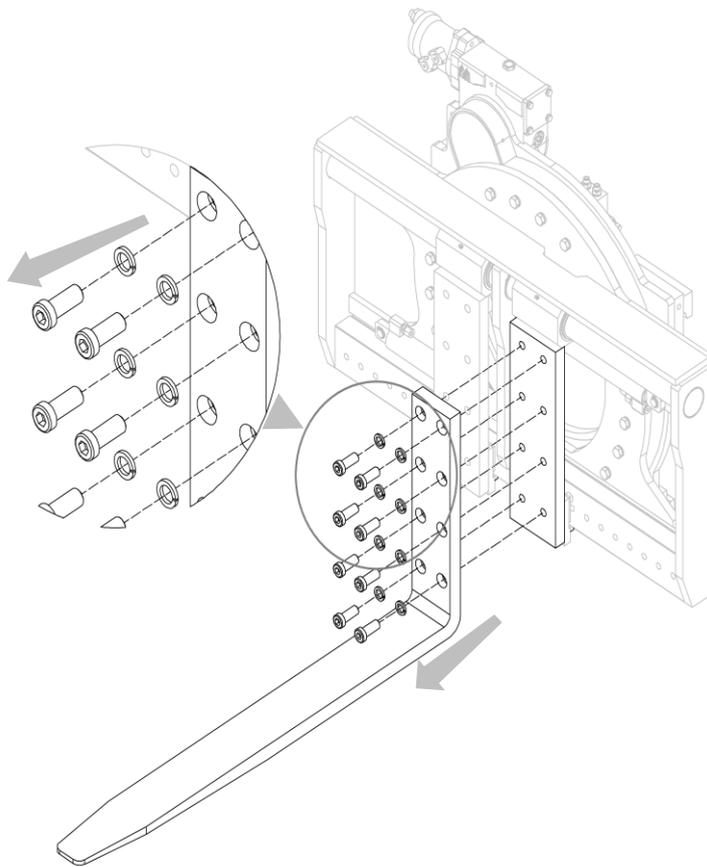

Figure 29
2. Retirer les fourches après avoir dévissé les vis qui les bloquent (voir *Figure 29*).